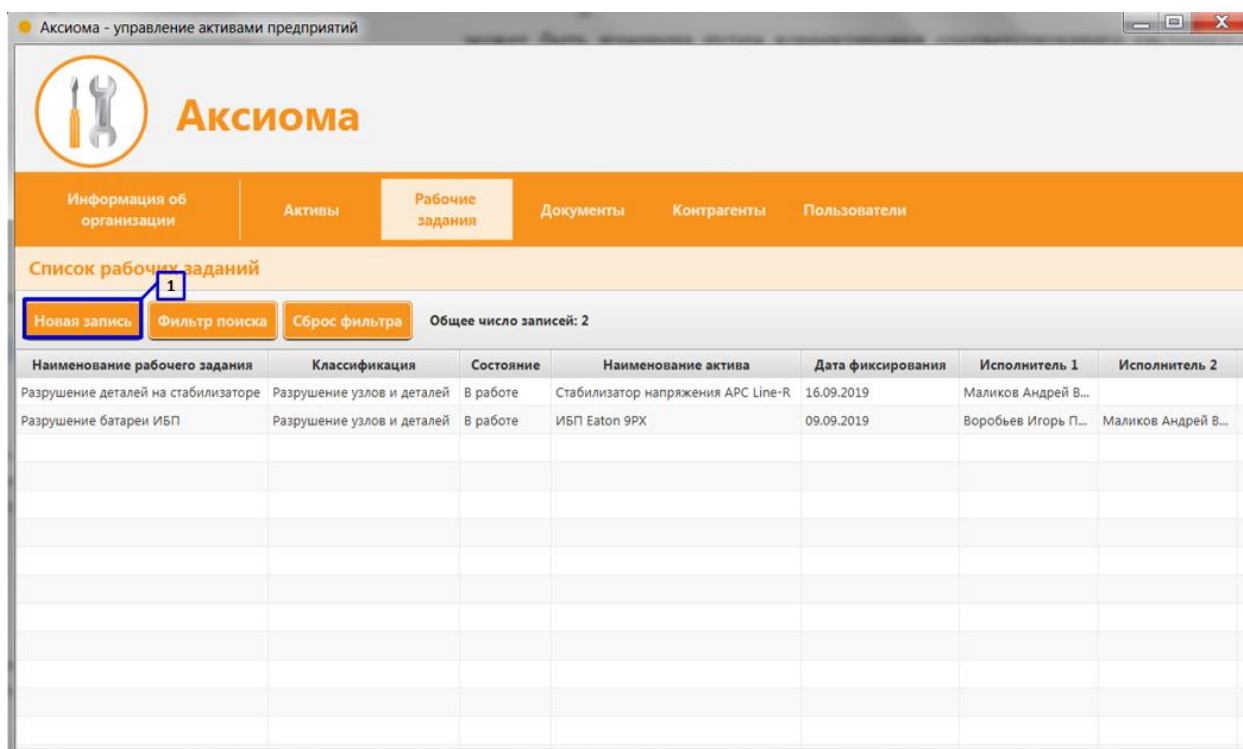

Рисунок 41. Создание рабочего задания в разделе Главного меню (Часть 1)
1. Нажмите клавишу «Новая запись» (**Рисунок 41 пункт 1**);